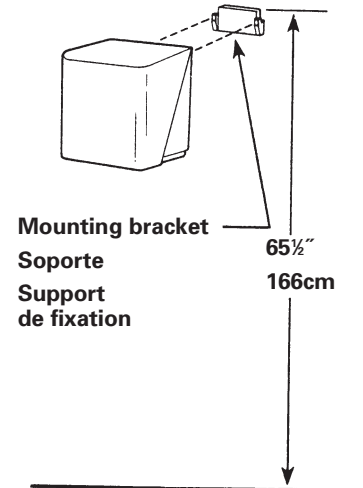

FIGURE 2
1. Place mounting bracket in position and mark location of two screw holes. Recommended mounting height is 65½" from floor to top of bracket (see Figure 2).
1. Placer le support de fixation à l'endroit prévu et marquer l'emplacement des 2 vis de blocage. La hauteur de pose recommandée est de 1,65 m à partir du sol jusqu'au-dessus du support de fixation (voir la Figure 2).